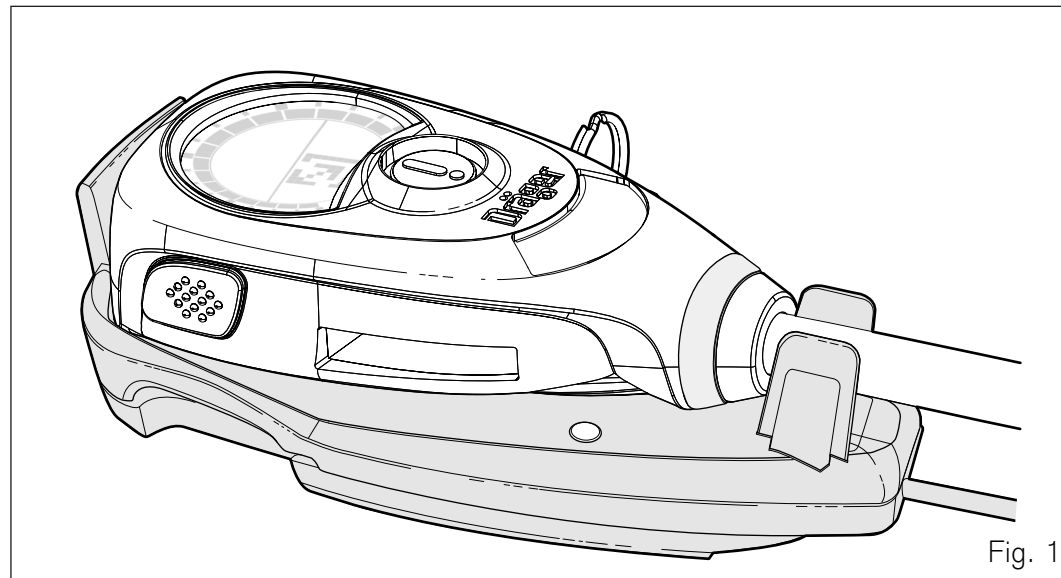

Fig. 1
- ◆ 1 off PC Link Module (Fig. 1)
- ◆ Locate the User Interface to the PC Link Module as shown in Fig. 1.
- ◆ 1 PC-Verbindungsmodul (Abb. 1)
- ◆ Bedien- und Anzeigergerät wie in Abb. 1 gezeigt auf das PC-Verbindungsmodul setzen.